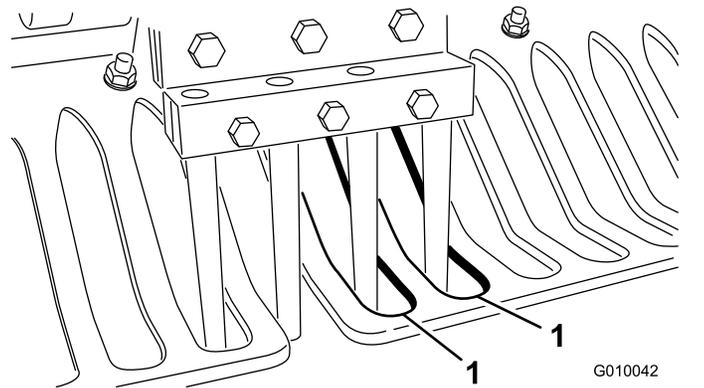

Figura 28
7. Accertatevi che le fustelle siano allineate con il centro degli spazi previsti nelle protezioni del tappeto erboso (Figura 28). Regolate le protezioni del tappeto erboso come opportuno, e serrate i dadi.